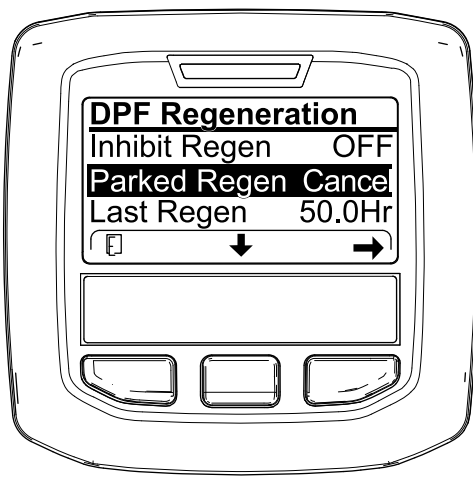
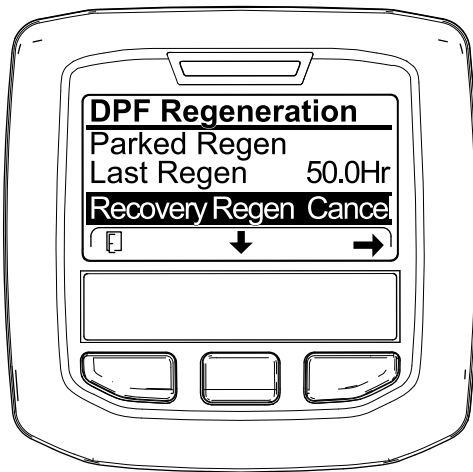

Figura 53
Figura 54
1. Acceda al menú DPF Regeneration (Regeneración de DPF) (Figura 53).
2. Pulse el botón central para desplazarse hacia abajo, hasta la opción PARKED REGEN CANCEL (Cancelación de regeneración con máquina aparcada) (Figura 53) o la opción RECOVERY REGEN CANCEL (Cancelación de regeneración de recuperación) (Figura 54).
3. Pulse el botón derecho para seleccionar la opción Regen Cancel (Cancelación de regeneración) (Figura 53 o Figura 54).